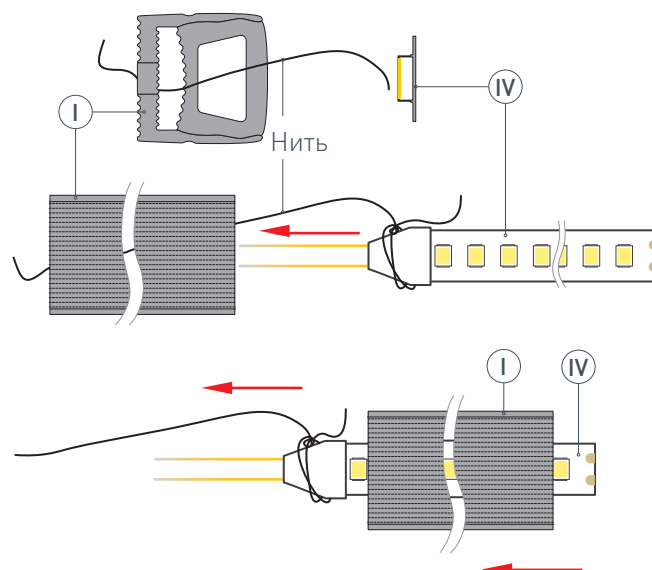

Рис. 1. Протяжка светодиодной ленты ④ в профиль ①, вид сверху
Установите* светодиодную ленту ④ в профиль ①. Для этого необходимо привязать нить (находится внутри профиля) с одной стороны профиля ① к светодиодной ленте ④, как показано на рис. 1. Чтобы втянуть ленту в профиль, сначала аккуратно поместите кабели питания светодиодной ленты ④ внутрь профиля ①, а затем, насколько это возможно, вставьте край светодиодной ленты. Аккуратно потяните за нить с другой стороны профиля ① и тем самым протяните** светодиодную ленту ④ в профиль ①.